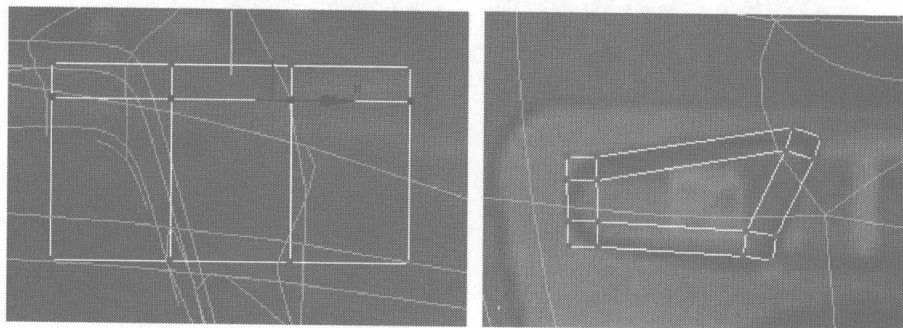

图 6.106
- 02** 切换为面编辑，在 Left 视图中选择 Box 底面的面并将其删除，再切换为节点编辑，在 Left 与 Top 视图中调整 Box 上如图 6.106 所示的节点。